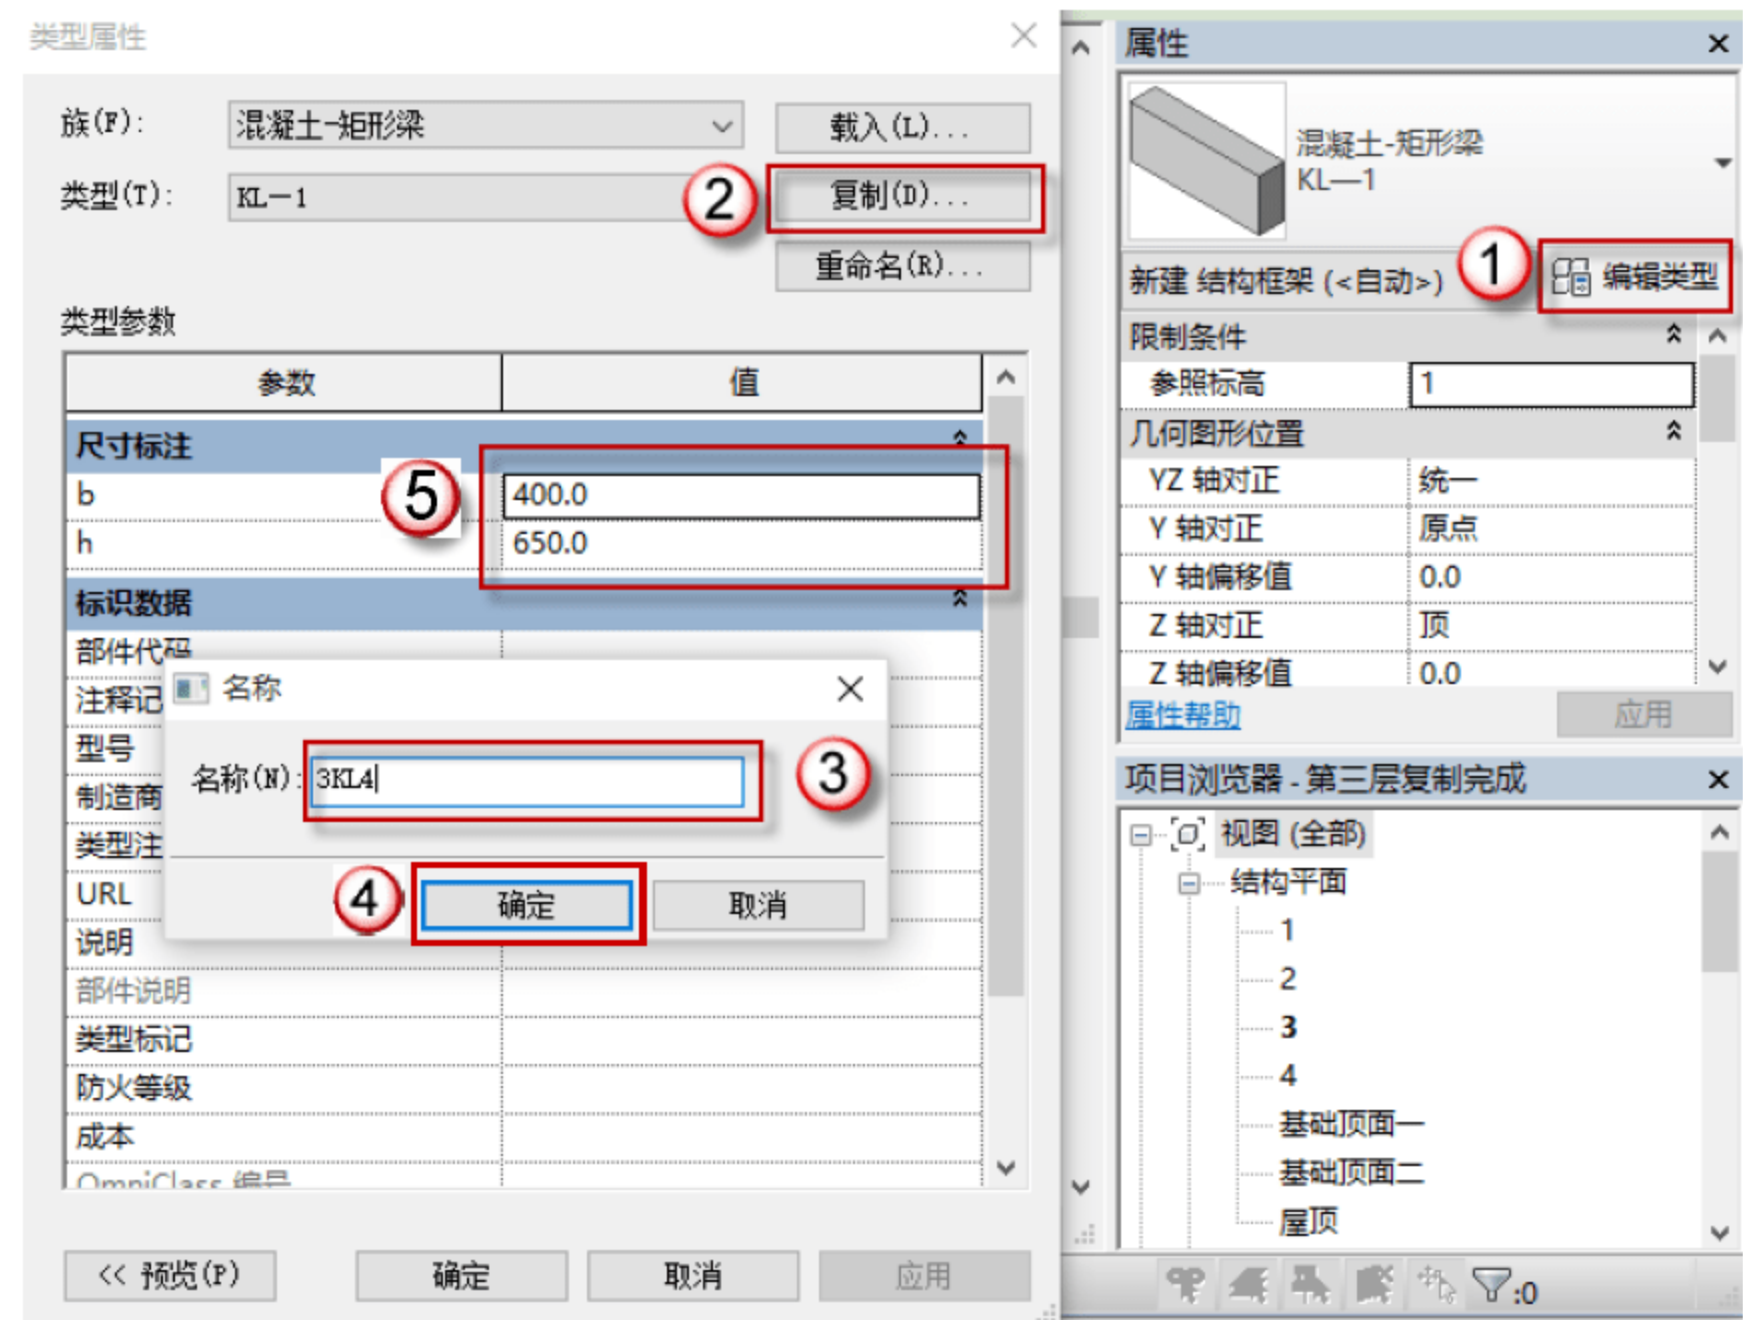

图 4.4.16 修改 KL4
(5) 修改 KL4 的参数以及名称，单击 KL4 对象，单击“编辑类型”按钮，在弹出的对话框中，单击“复制”按钮，在弹出的对话框中命名新的族名称“3KL4”，单击“确定”按钮，在“尺寸标注”栏中修改截面参数，如图 4.4.16 所示。